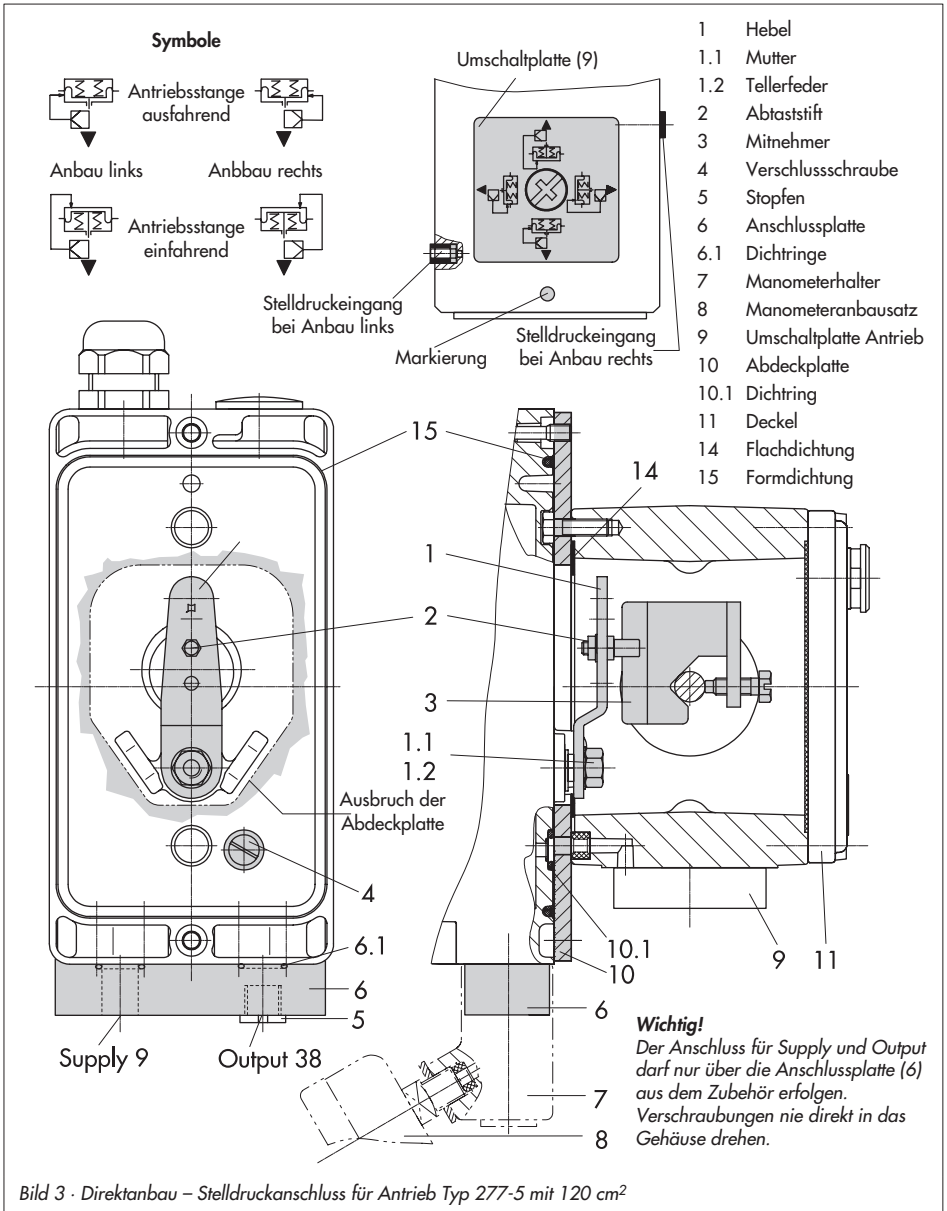

Bild 3 · Direktanbau – Stelldruckanschluss für Antrieb Typ 277-5 mit 120 cm2
1. Anschlussplatte (6) oder Manometerhalter (7) mit Manometern am Stellungsregler montieren, auf richtigen Sitz der beiden Dichtringe (6.1) achten.
2. Verschlusschraube (4) auf der Stellungsreglerrückseite entfernen und den Stelldruckausgang "Output 38" an der Anschlussplatte (6) bzw. am Manometerhalter (7) mit dem Stopfen (5) aus dem Zubehör verschließen.
3. Mitnehmer (3) an die Antriebsstange setzen, ausrichten und so festschrauben, dass die Befestigungsschraube in der Nut der Antriebsstange sitzt.
4. Abdeckplatte (10) mit schmaler Seite des Ausbruchs (Bild 3 links) in Richtung zum Stelldruckanschluss befestigen, die aufgeklebte Flachdichtung (14) muss zum Antriebsjoch zeigen.
5. **Hub 15 mm:** Am Hebel **M** (1) auf der Stellungsreglerrückseite verbleibt der Abtaststift (2) auf Stiftposition **35** (Lieferzustand).
**Hub 7,5 mm:** Den Abtaststift (2) aus Stiftposition **35** lösen und in die Bohrung für Stiftposition **25** umsetzen und verschrauben.
6. Formdichtung (15) in die Nut des Stellungsreglergehäuses einlegen.